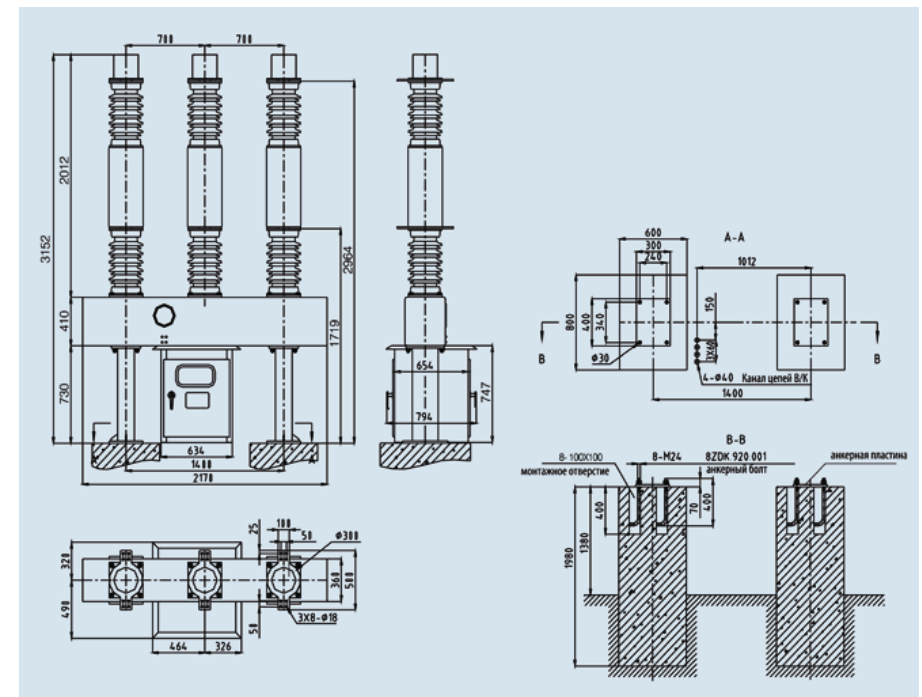

Рис. 4.1 Внешний вид и размеры выключателя LW8-40/5
4.1 Внешний вид и размеры (см. рис. 4.1)